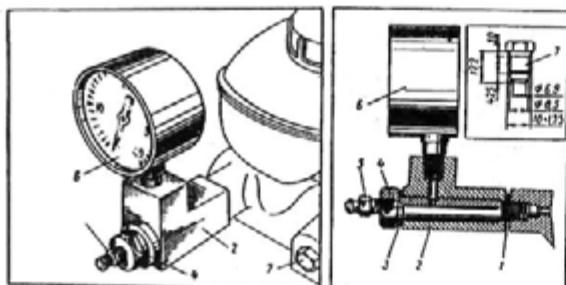

Рис. 242. Приспособление для контроля давления:
4. Зафиксируйте шток усилителя в нажатом положении, установите манометр и заглушите остальные выводы в главном цилиндре резьбовыми заглушками 7 (рис. 242).